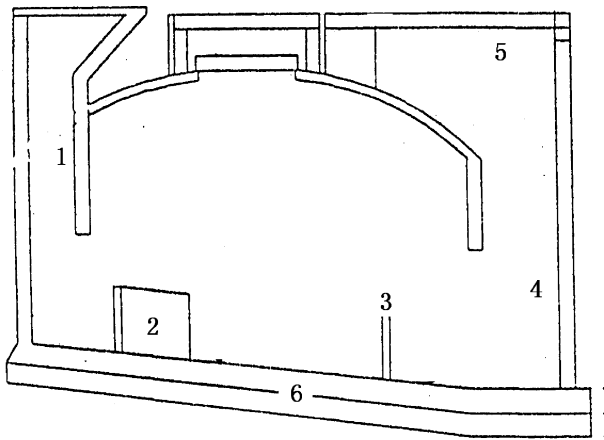

图2 SQC型户用高效沼气池剖面图
1.5 设计池外、底层、垂直抽渣 这实现了料液的完全发酵和解决排渣难问题,再配以自制手摇抽渣器,出渣方便自如。底层抽渣具有牵动整池料液的搅拌和挪动的功效(图 2)。